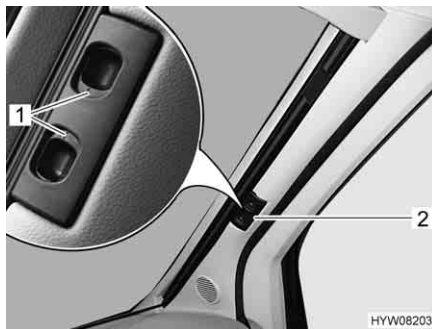

Fig. 34 Estore opaco plissado para o para-brisas
- Desloque para fora as duas metades do estore opaco plissado para o para-brisas no manípulo (Fig. 34,2) até ao encosto. Durante isso, mova o manípulo horizontalmente no sentido da cavidade do dispositivo de bloqueio.
- Faça encaixar os manípulos de desbloqueio (Fig. 34,1).